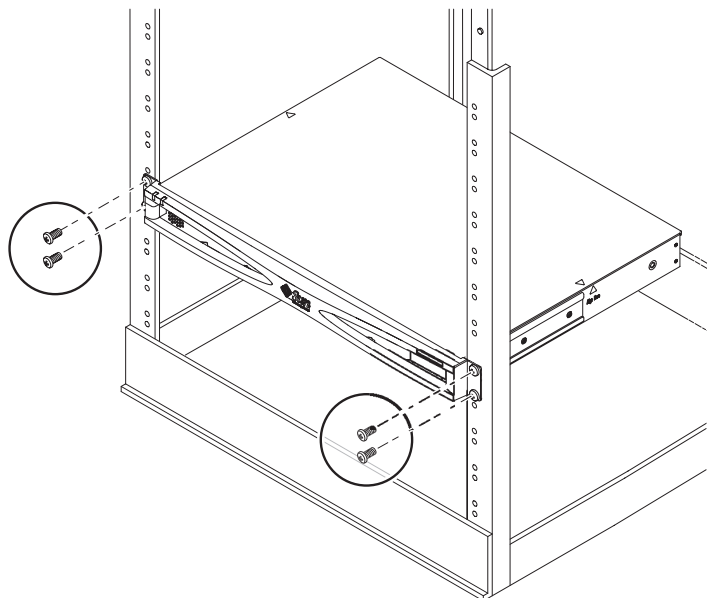

図 2-1 標準の 19 インチラックへのサーバーの取り付け
1. ラック内にサーバーを入れて、ねじを締めます (図 2-1 を参照)。